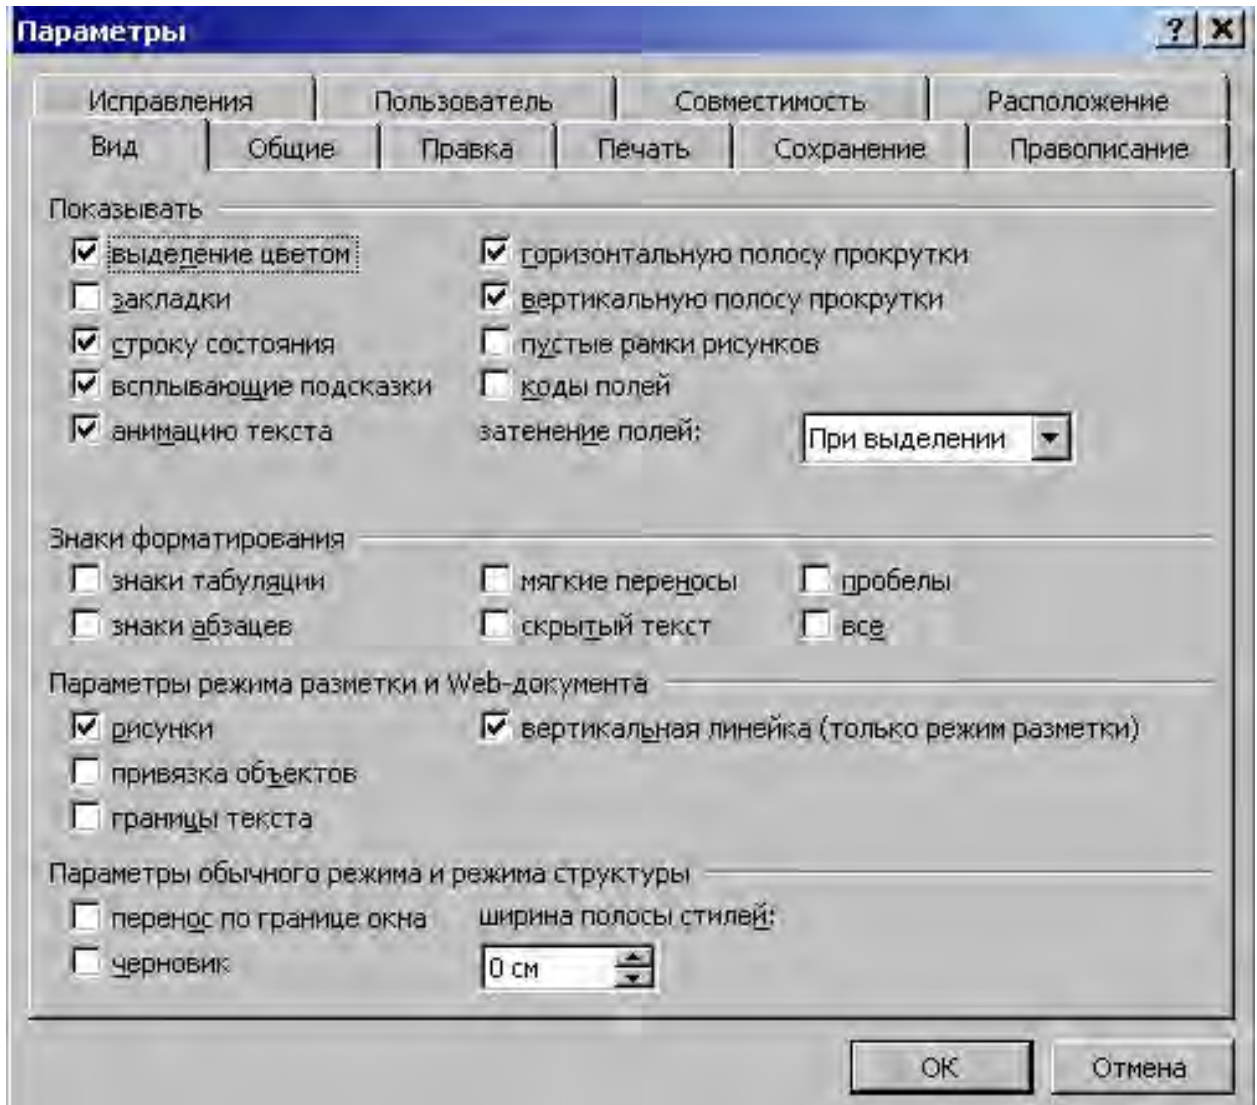

Рис.1.3. Вкладка “Параметры” меню “Сервіс”
- 7. “Параметри” (рис.1.3.). Містить вкладки “Вигляд”, “Загальні”, “Правка”, “Збереження”, “Правопис”, “Виправлення”, “Користувач”, “Сумісність”, “Розташування”.